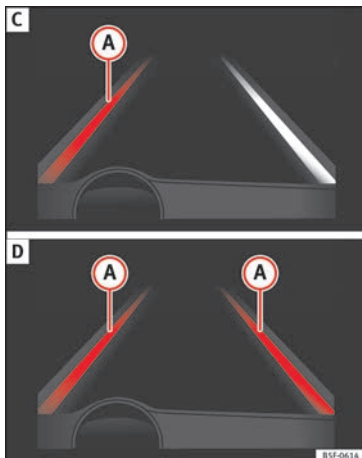

Bild 208 På instrumentpanelens display: Indikationer på Lane Assist-systemets display (exempel 2)
- Systemet fungerar, den markerade linjen **A** indikerar att det fanns en risk för att ofrivilligt korsa fillinjen och att styrningen justeras till korrekt vinkel. » **bild 208 C.**
- Två gula linjer **A** tänds samtidigt när båda fillinjerna har upptäckts och Lane Assist-funktionen är aktiv » **bild 208 D.**